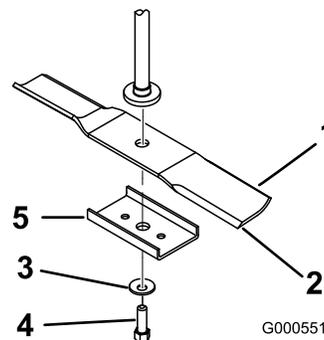

Figure 46
Tenez la lame par son extrémité avec un chiffon ou un gant épais. Enlevez de l'axe le boulon, la rondelle bombée, le renfort et la lame de l'axe (Figure 46).
1. Placez la lame sur l'axe (Figure 46).
2. Montez le renfort, la rondelle bombée (face concave vers la lame) et le boulon de lame (Figure 46).